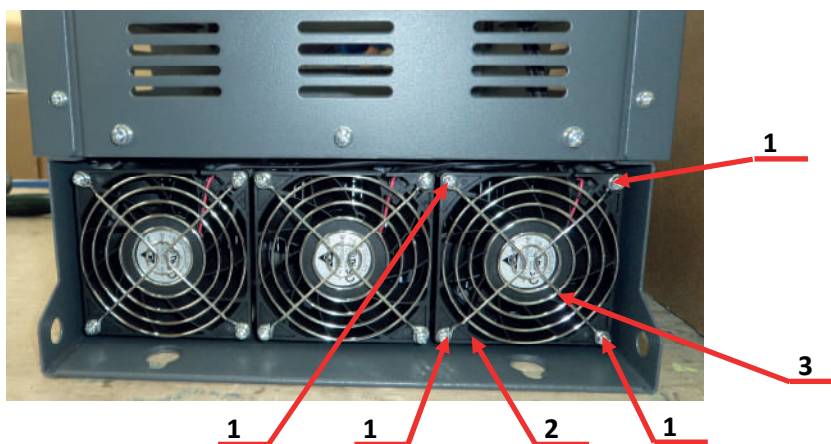

Рис.7.28
- 7.8.3. Установить вентилятор поз.2 на штатное место в корпусе преобразователя частоты (рис.7.28). В процессе установки вентилятора нужно максимально, но без лишнего усилия, подтягивать в верхний отсек кабель питания этого вентилятора.
- 7.8.4. Установить защитную решётку поз.3 и закрепить её вместе с вентилятором поз.2 с помощью винтов поз.1 (рис.7.28)